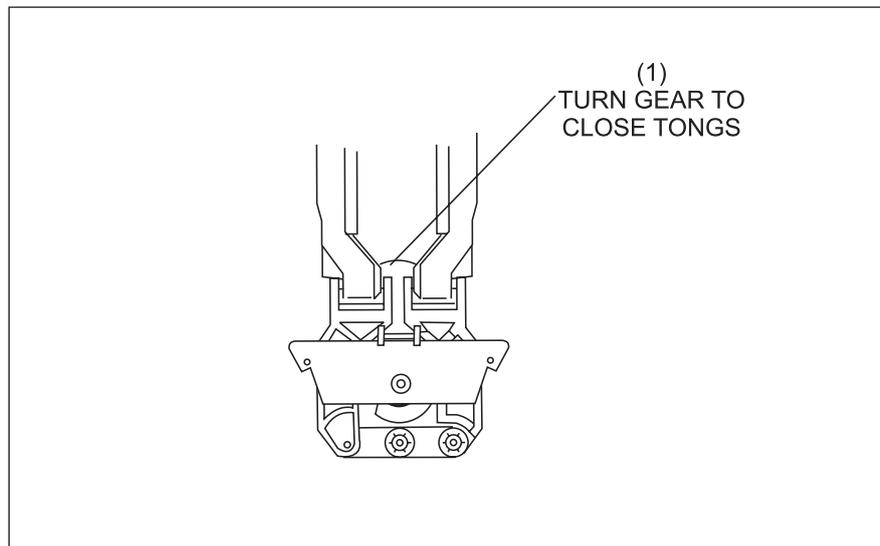

Figure 8-13. Pinces de positionnement complètement fermées.
7. Faites pivoter le pignon en bas des pinces de positionnement jusqu'à ce que ces dernières se ferment complètement. Reportez-vous à la *Figure 8-13*.